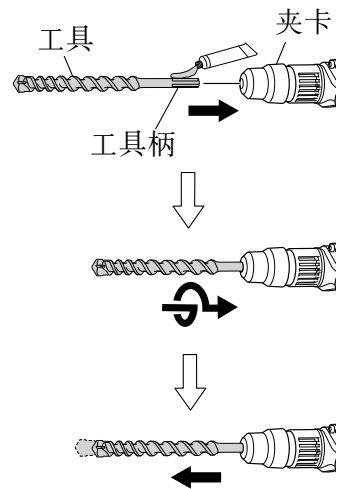

图 18
- (1) 先擦净，然后用附带的滑脂（装于管中）涂抹工具柄。
- (2) 安装工具（五槽圆柄）时，如图 18 所示，将它插入孔内直至其抵达孔底。